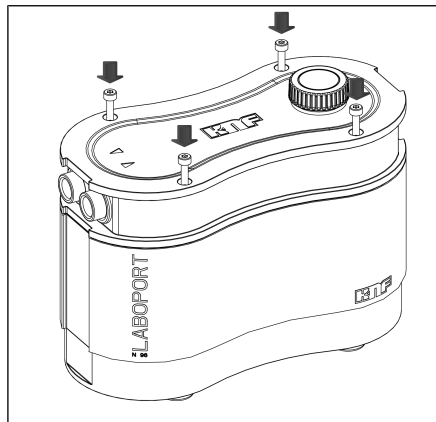

Abb.14: Gehäuseschrauben einschrauben
3. Schrauben Sie die vier Gehäuseschrauben (1) über Kreuz ein (Anzieh-Drehmoment: 190 – 200 Ncm) (siehe Abb. 14).